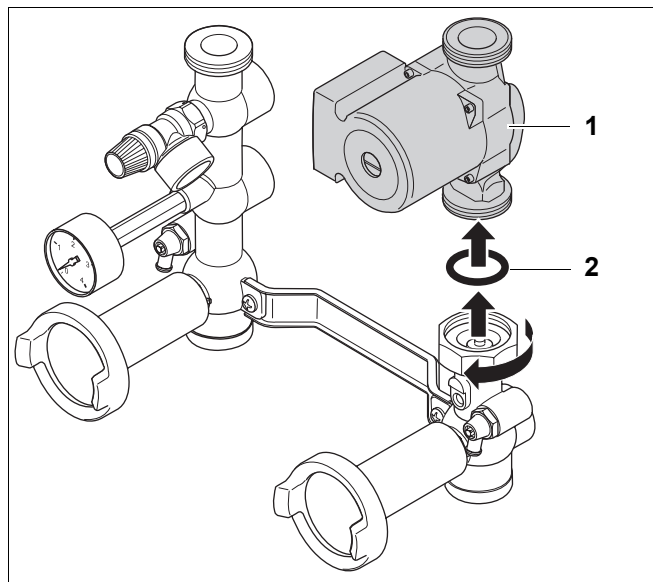

Рис. 5 Демонтаж насоса
- Демонтируйте насос (рис. 5, **поз. 1**).
- Удалите плоскую резиновую прокладку (рис. 5, **поз. 2**).